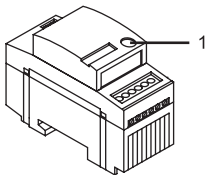

Fig. 5
Las siguientes funciones del regulador de luz se activarán por tiempos diferentes de pulsación de la tecla funcional (ver Fig. 5).
- Ajustar el valor de luminosidad deseado mediante el botón giratorio o el pulsador. Pulsar brevemente la tecla funcional (Fig. 5).